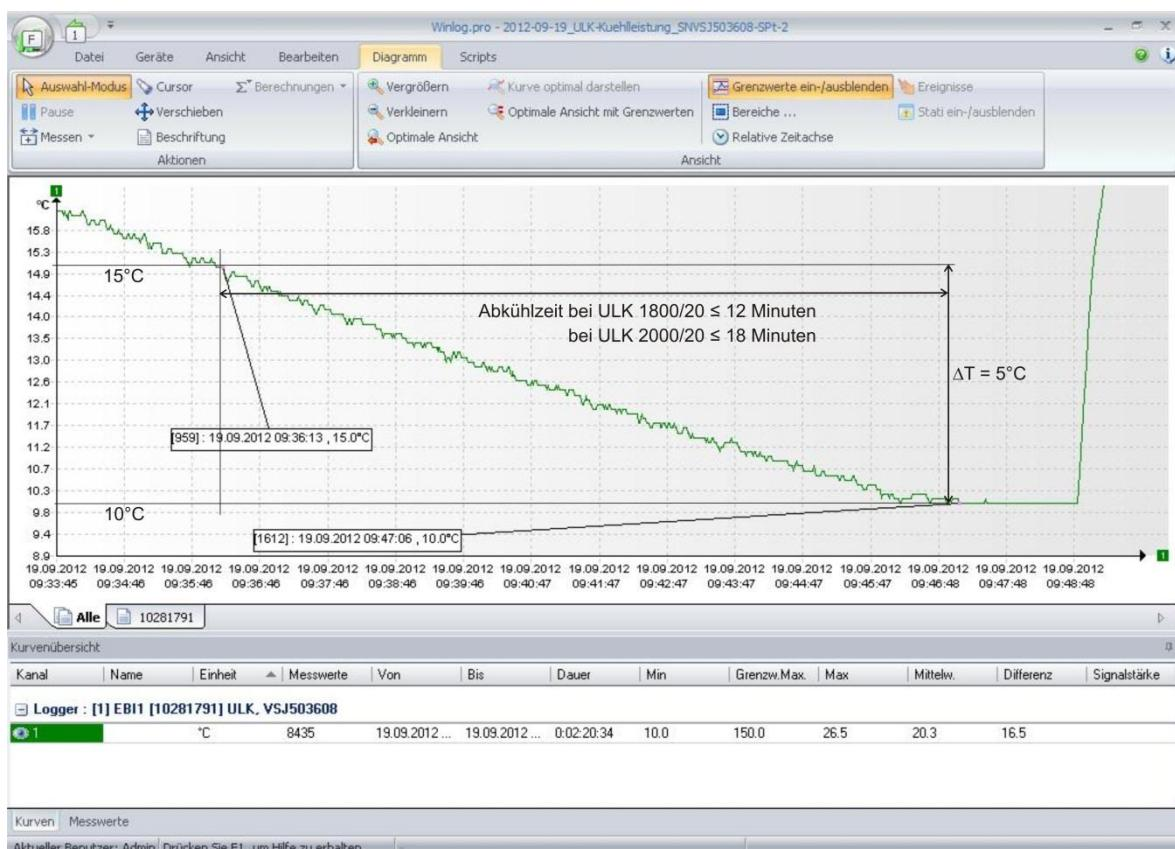

Abb. 6: Beispiel Loggerkurve Kälteleistung
- ◆ Lesen Sie den Datenlogger aus. Markieren Sie in der Loggerkurve die Stellen, an denen 15° und 10°C erreicht werden (siehe Abb. 6:).